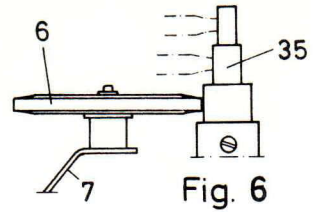

Fig. 6
JUSTERING AV MELLANHJULETS (6) HORIZONTALLÄGE. FIG 6.